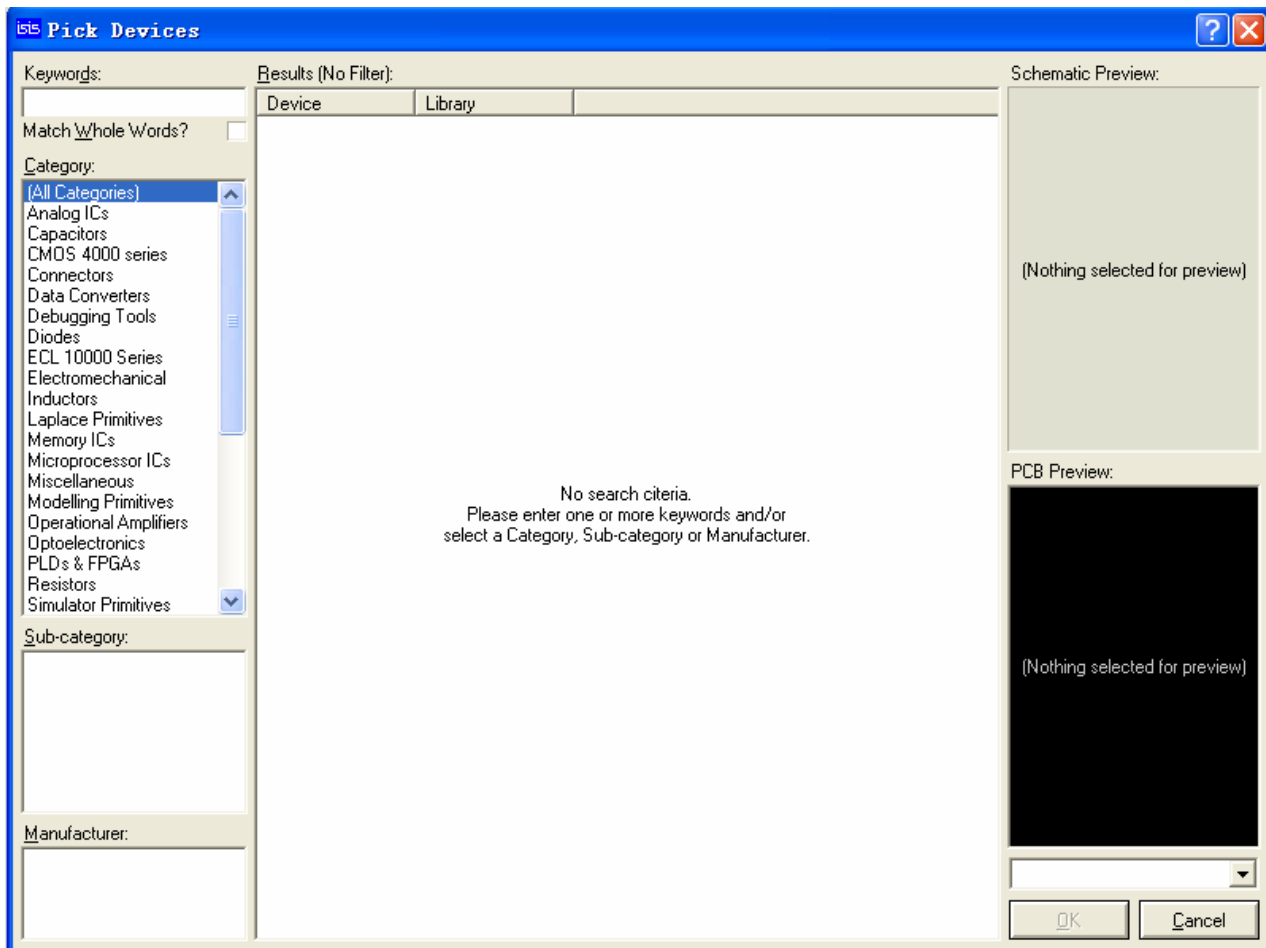

图 2-8
1) 单击“绘图工具栏”里的按钮，再单击对象选择按钮“P”，出现如图 2-8 所示对话框。